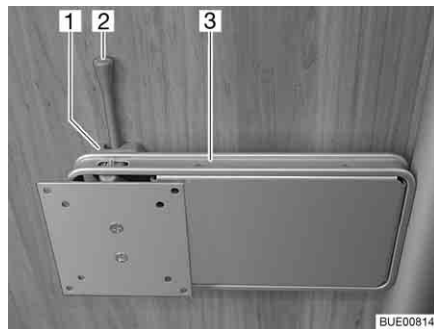

Fig. 65 Fijación en la columna
- Empujar la palanca de desbloqueo (Fig. 65,2) hacia el lado y girar el soporte (Fig. 65,3) junto con la pantalla plana a la posición deseada.
- Girar la pantalla plana hacia la posición inicial hasta que el soporte (Fig. 65,3) engatille en el bloqueo (Fig. 65,1).